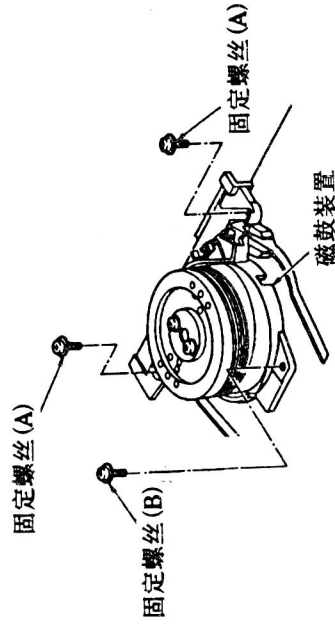

图46
- 步骤: ①如图46所示,卸下螺丝并拆下电刷;
- ②用酒精清洁接地帽;
- ③更换新的接电电刷,安装时接电电刷一定要与接地帽的中心相接触。